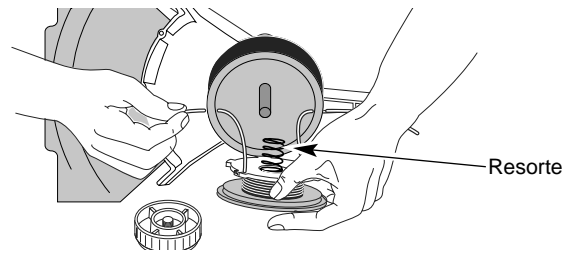

Fig. 39
- Inserte los extremos de la línea a través de los ojajillos de la bobina exterior y coloque el carrete interior con el resorte dentro de la bobina exterior (Fig. 39). Empuje el carrete interior y la bobina exterior entre sí. Mientras sostiene el carrete interior y la bobina exterior, tome los extremos y tire con firmeza para soltar la línea de las ranuras de fijación de la bobina.
5. Inserte los extremos de la l—nea en los ojalillos de la bobina exterior (Fig. 39).